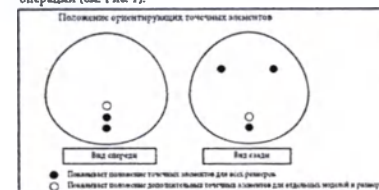

РИС. 1
- Имеющие анатомическую форму однополостные геленаполненные грудные имплантаты *Natrelle®* снабжены ориентирующими точечными элементами, обеспечивающими правильную установку имплантата во время операции (см. Рис. 1).